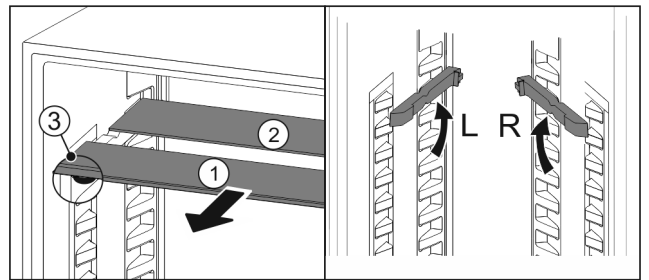

Fig. 27
- ▶ Glasplaten afzonderlijk vanaf de voorkant eruit trekken (Fig. 27 (1)).
- ▷ Glasplaat Fig. 27 (1) met sierlijst ligt voor.
- ▷ Stops Fig. 27 (3) zijn naar onder gericht.